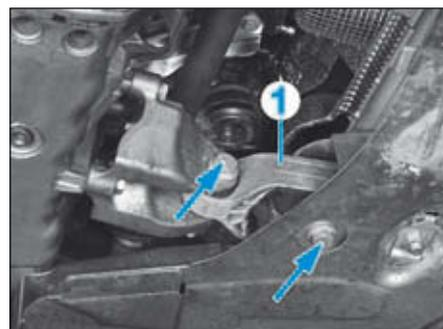

FIG.4
- Déposer la biellette de reprise de couple inférieure (1) (Fig.4).
- Déposer la bielle de reprise de couple inférieure et son support (Fig.4).